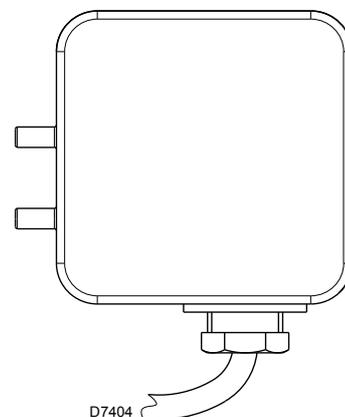

Fig. 24
- Regular el presostato aire (Fig. 24) en el inicio de la escala.
Regular el presostato de aire (Fig. 24) tras haber realizado todas las demás regulaciones del quemador con el presostato de aire regulado al inicio de la escala. Con el quemador funcionando a la potencia requerida, girar el botón esférico en el sentido de las agujas del reloj hasta el bloqueo del quemador. Girar después el botón esférico en el sentido contrario al de las agujas de reloj hasta un valor igual a aproximadamente el 20% del valor regulado y controlar a continuación el correcto arranque del quemador. Si el quemador se bloquea de nuevo, gire todavía un poco más el botón esférico en el sentido contrario al de las agujas del reloj.